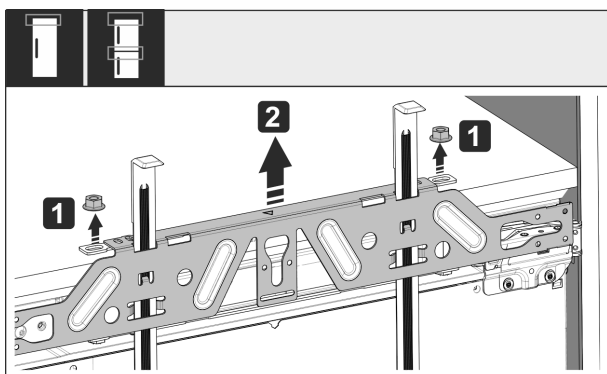

Fig. 55
- Povolte pojistné matice Fig. 55 (1).
- Sejměte upevňovací příčník Fig. 55 (2).